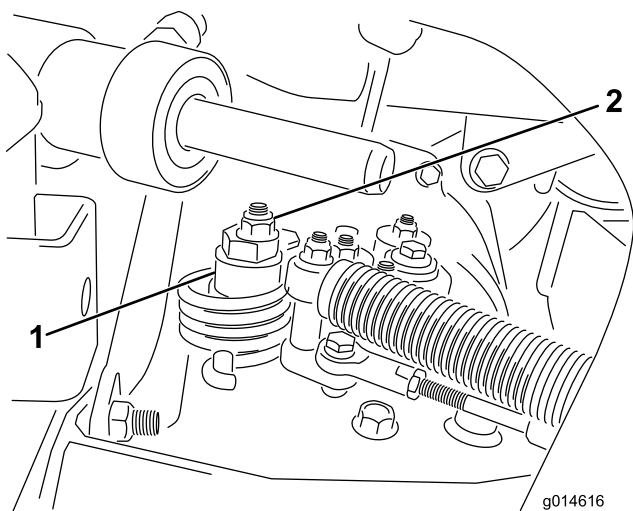

Figura 51
- A. Liberte a porca que fixa o disco excêntrico ao cima do hidróstato (Figura 51).
- C. Rode o disco excêntrico até eliminar a deslocação em qualquer um dos sentidos. Quando a roda deixar de rodar, aperte a porca, bloqueando deste modo o disco excêntrico e fixando a posição de ajuste (Figura 51). Verifique se o ajuste é o adequado colocando o regulador nas posições SLOW e FAST.